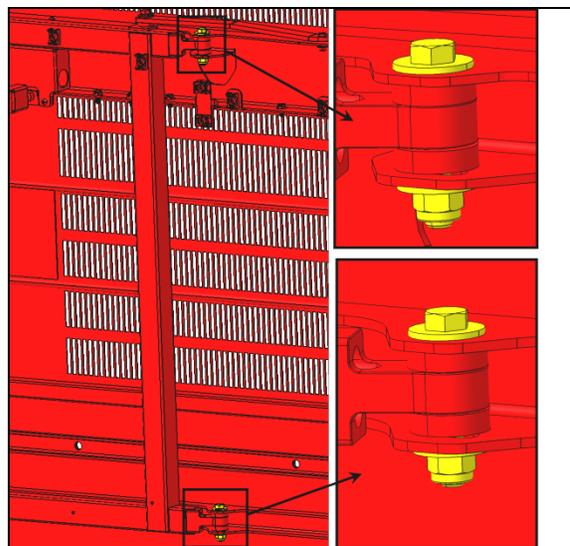

FIGURE 116:
- Si la position verticale est hors tolérance, vous pouvez ajuster la porte en utilisant le jeu aux points d'attache entre les bras et la porte (Figure 116:).